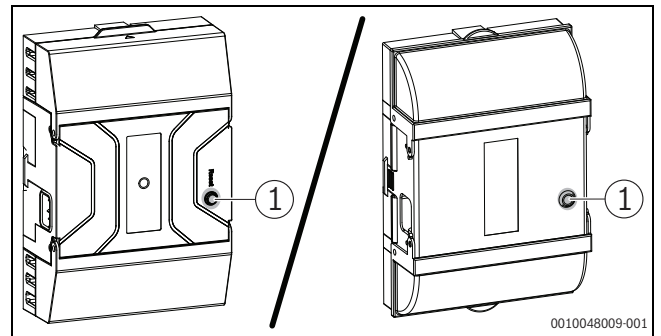

Bild 85 Störungen am Feuerungsautomat zurücksetzen
- ▶ Taste „Entstören“ am Feuerungsautomat mindestens 5 sec drücken (→ Bild 85).